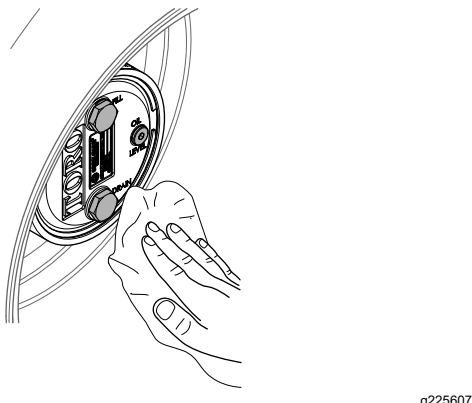

Bild 109
3. Wischen Sie das Gehäuse des Planetengetriebes und der Bremse ab (**Bild 109**).